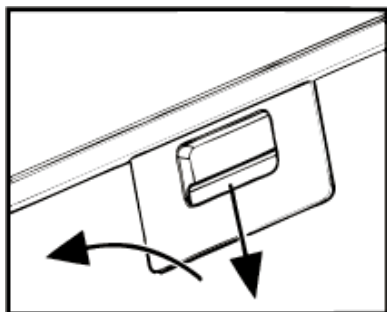

Рис.8
8.6 Для снятия алюминиевого фильтра (**рис.8**) необходимо нажать на пружинную задвижку и, потянув на себя и вниз, снять фильтр с панели. Установку фильтра выполнить в обратном порядке.